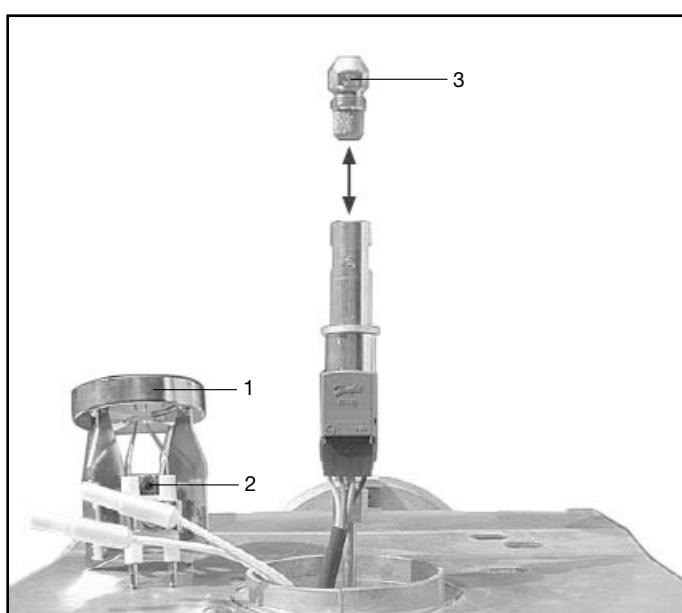

Abbildung 9 / Figure 9
- Schraube 2 mit Innensechskant-Schlüssel 4 mm lösen und Stauscheibe 1 abnehmen (siehe Abb. 9).
- Vorhandene Düse 3 entfernen und gewählte Düse einschrauben (siehe Abb. 9).
- Loosen screw 2 using a 4 mm hexagon socket wrench and remove the baffle plate 1 (see fig. 9).
- Remove present nozzle 3 and screw on the selected nozzle (see fig. 9).
- A l'aide d'une clé à six pans creux de 4 mm, dévisser la vis 2 et retirer l'accrocheur de flamme (Cf. fig. 9).
- Retirer le gicleur 3 en place et visser le nouveau gicleur (Cf. fig. 9).